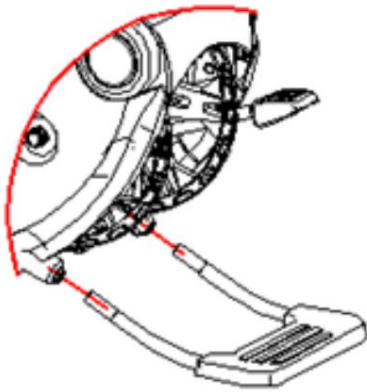

Fig. 4-1: Montering af fodstøtten
1. Sæt metalrørene ind i fodstøtten, og fastgør dem til hovedrøret, indtil trykknappen klikker på plads. Kontroller, at hjulene er korrekt fastgjort ved at trække forsigtigt i dem (fig. 4-1).